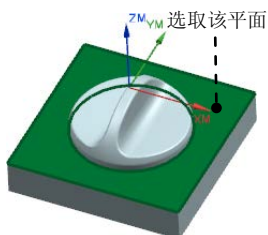

图 3.22 指定切削区域
Step2. 选取图 3.22 所示的面为切削区域，在“切削区域”对话框中单击  按钮，完成切削区域的创建，同时系统返回到“面铣削区域”对话框。